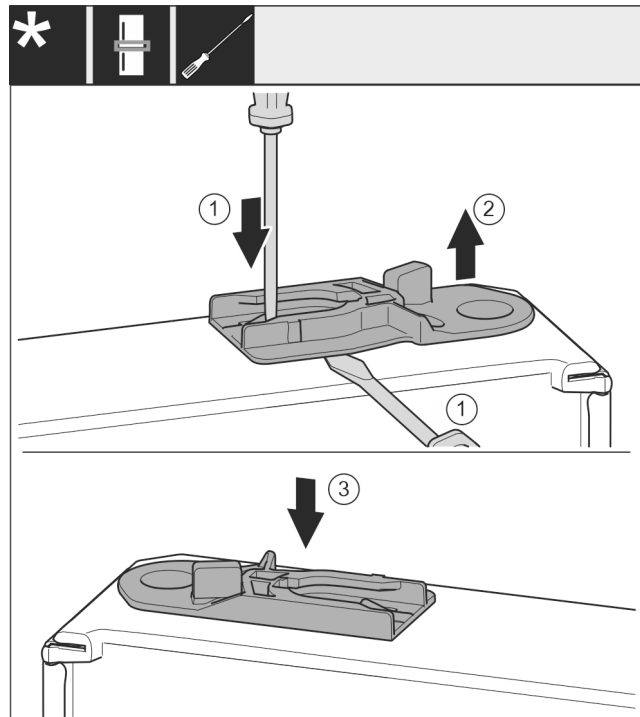

Fig. 38
- ▶ Vytiahnite vodiace puzdro: plochým skrutkovačom zatlačte strmeň a súčasne plochý skrutkovač zasuňte pod vodiace puzdro. *Fig. 38 (1, 2)*
- ▶ Vodiace puzdro, ktoré je súčasťou dodávky, zasuňte na druhej strane telesa. *Fig. 38 (3)*